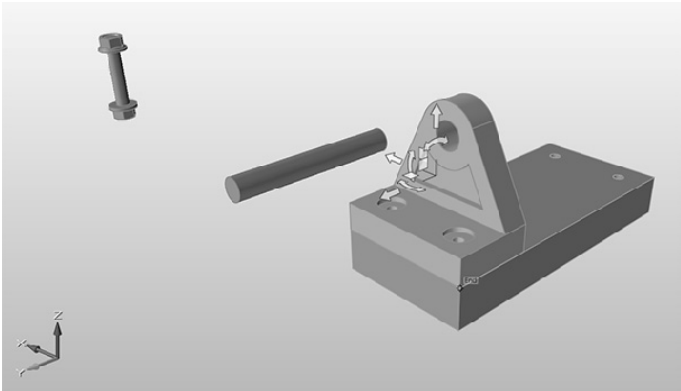

图 3-9
5) 单击并拖动该末端捕捉点, 从而将托架移动到底座零件上方, 随着鼠标光标靠近底座前角, 另一个末端捕捉点将会出现在该角上。在该捕捉点上释放鼠标, 即可将托架精确地放置在这个角点上, 如图 3-9 所示。